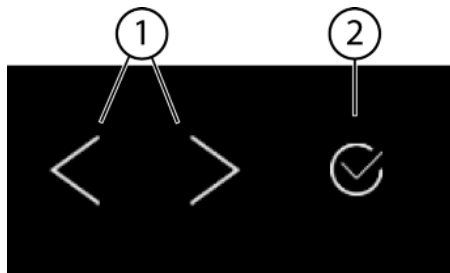
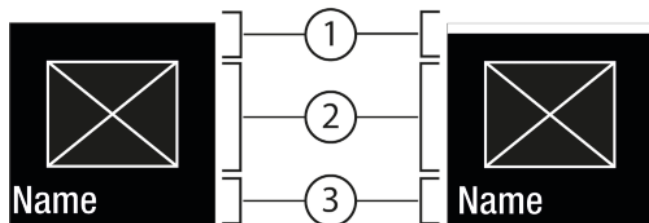
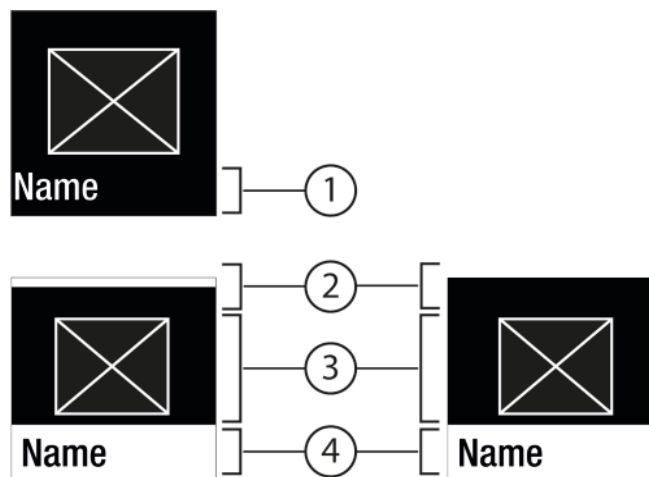

Fig. 5
Fig. 6
Fig. 7
(1) Navigační šipka doleva / (2) Potvrzení doprava
**Navigační šipka doleva / doprava Fig. 5 (1):**
**Potvrzení Fig. 5 (2):**
- Navigujte navigační šipkou doleva / doprava Fig. 5 (1).
- Pomocí Potvrzení Fig. 5 (2) funkci / nastavení aktivujte Fig. 6 (1) / deaktivujte Fig. 6 (1).
- Pomocí Potvrzení Fig. 5 (2) vyvolejte podmenu Fig. 7 (4).
- Nastavení nové hodnoty: Vyberte pomocí Potvrzení Fig. 5 (2) deaktivovanou hodnotu Fig. 6 (1).
- Zpět do menu: Vyberte pomocí Potvrzení Fig. 5 (2) již aktivovanou hodnotu Fig. 6 (2).
- ▶ Tiskněte navigační šipky Fig. 5 (1), dokud se nezobrazí .
- ▶ Stiskněte Potvrzení Fig. 5 (2).
- ▶ Tiskněte navigační šipky Fig. 5 (1), dokud se nezobrazí funkce.
- ▶ Zvolte navigačními šipkami Fig. 5 (1) hodnotu nastavení.
- ▷ Stav: aktivováno Fig. 6 (1) se krátce zobrazí v podmenu Fig. 7 (4).
- ▶ Tiskněte navigační šipky *Fig. 5 (1)*, dokud se nezobrazí nastavení .
- ▶ Stiskněte Potvrzení *Fig. 5 (2)*.
- ▶ Tiskněte navigační šipky *Fig. 5 (1)*, dokud se nezobrazí požadované nastavení.
- ▶ Tiskněte Potvrzení *Fig. 5 (2)* 3 sekundy.